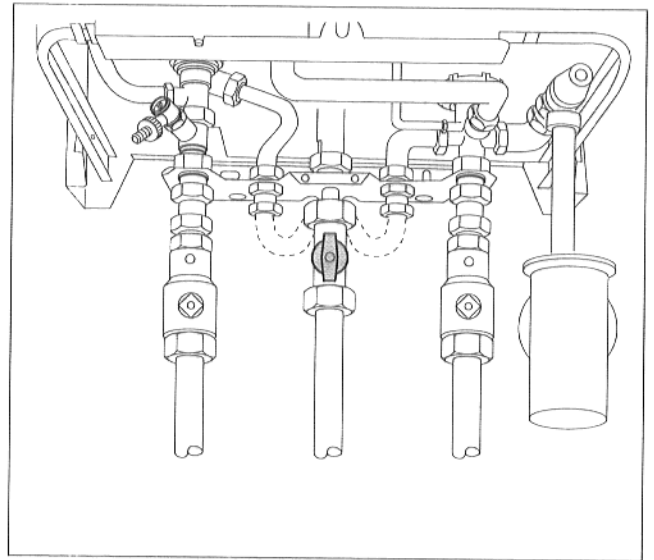

Abb. 14 Gasabsperrhahn
- Gasabsperrhahn eindrücken und langsam nach links drehen (Abb. 14).